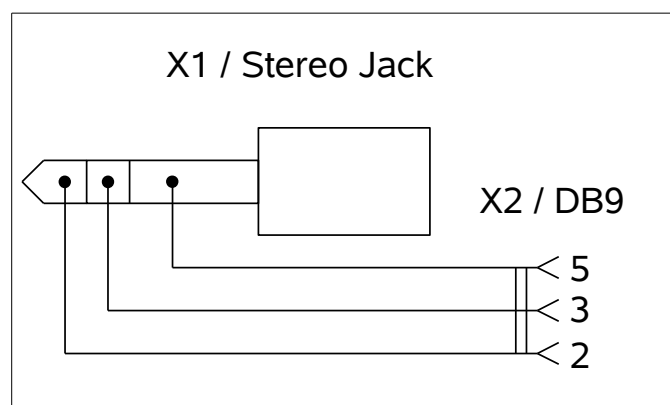

Рис. 5. Кабель связи с COM-портом персонального компьютера.
6.4.1. Изготовить кабель связи с внешним терминалом по схеме, приведённой на рис. 5.